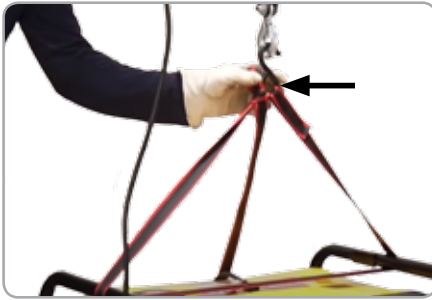

Fig.12
- Ridicați sarcina până la jumătate din înălțimea maximă de ridicare și verificați dacă aceasta stă fixă și dacă cablurile de susținere sunt la locul lor (Fig.12).